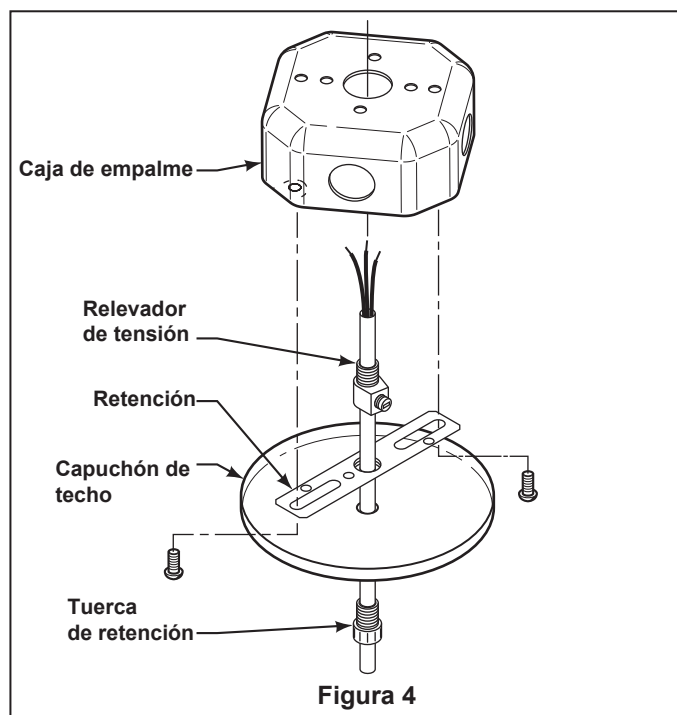

Figura 4
5. Monte la retención para la caja de empalme con los tornillos (suministrados con la caja de empalme). (Figura 4)